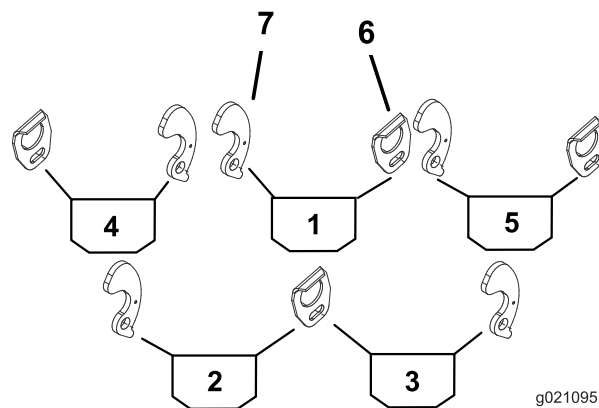
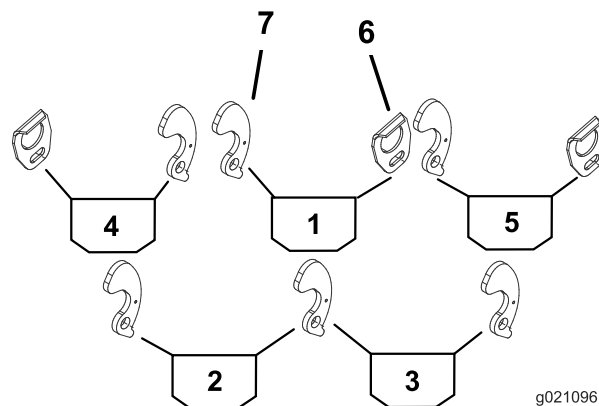

Bild 1
Bild 2
2. Mit Bild 1 und Bild 2 können Sie die Stellen ermitteln, an denen die Fangkorbführungen oder Fangkorbhaltenocken an den Trägerrahmen des Mähwerks befestigt werden müssen.
3. Befestigen Sie eine Fangkorbführung mit einer Schraube (5/16" x 1/2") und einer Flachscheibe (0,344 x 0,875) an der entsprechenden Seite jedes Mähwerk-Trägerrahmens (Bild 1).